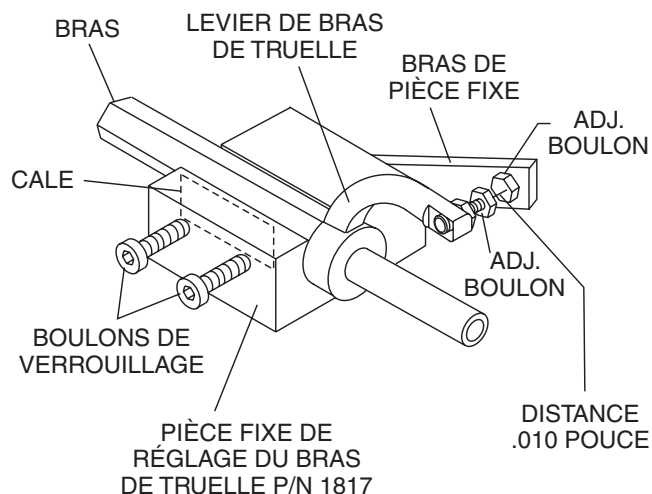

**Figure 43. Configuration pour le réglage du bras de truelle**
2. Vérifier que la pièce fixe de réglage du bras est au bon endroit (haut ou bas) pour que la rotation du bras de truelle s'effectue conformément à la figure 43.
Les bras avec une rotation de lame **DANS LE SENS HORAIRE** utilisent le bras de pièce fixe en position **HAUTE** (A sur la figure 43). Les bras avec une rotation de lame **DANS LE SENS ANTIHORAIRE** utilisent le bras de pièce fixe en position **BASSE**. (B sur la figure 43).